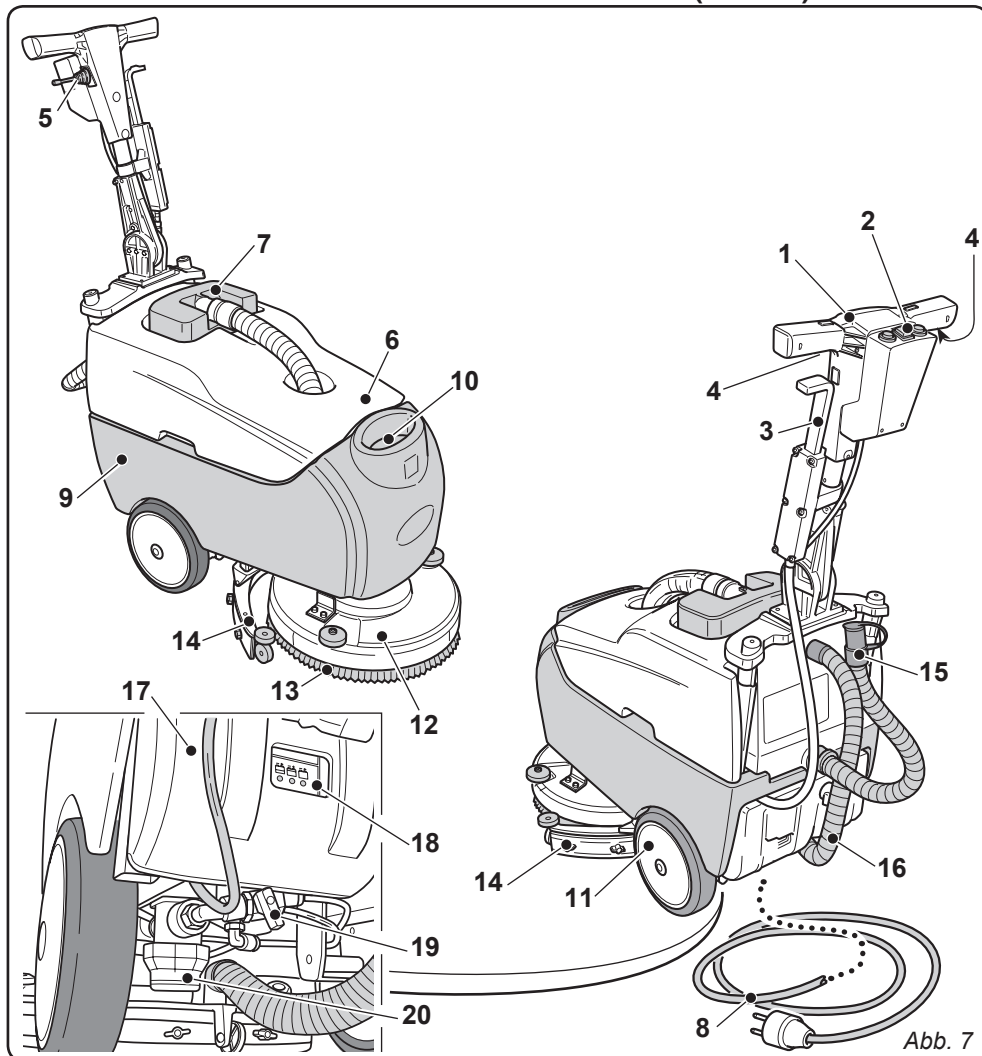

Abb. 7
5.1 MASCHINENKENNTNISSE (Abb. 7)